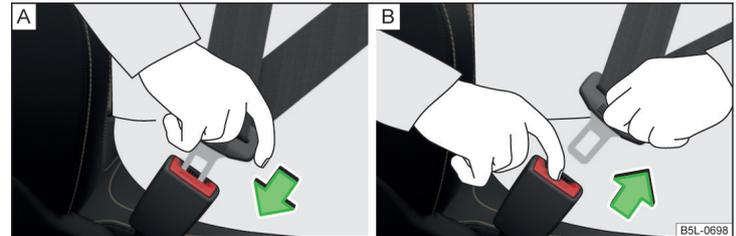

Abb. 19 Sicherheitsgurt anlegen/ablegen
- › Die Schloszlunge in das zum Sitz gehörende Gurtschloss » Abb. 19 - **A** stecken, bis diese hörbar einrastet.
- › Die Schloszlunge fassen und die rote Taste im Gurtschloss drücken » Abb. 19 - **B**, die Schloszlunge springt heraus.